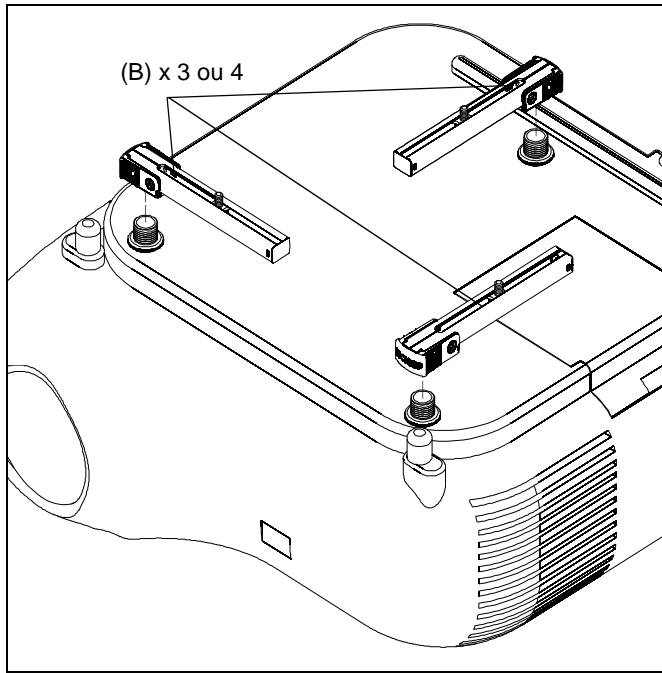

Figure 4
- Placez les pieds SLBU/SLMU (B) sur les adaptateurs à vis et les écrous de réglage de la hauteur. (See Figure 4)